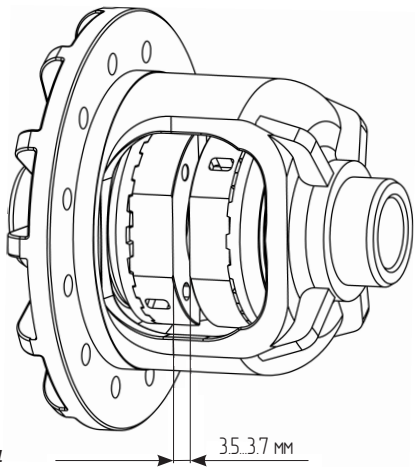

Рис. 4
14. Используя набор плоских щупов (см. раздел Инструменты), измерьте зазор между муфтами как показано на Рис. 4. Зазор должен составлять от 3,5 до 3,7 мм.